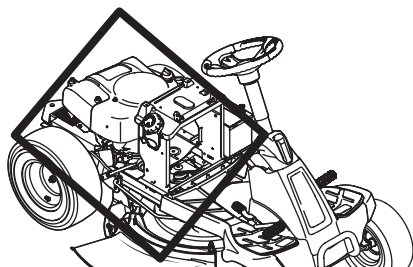

Figure 24
- Nettoyez le dessous du capot et le collecteur d'échappement, le pourtour des fusibles, le câblage électrique ainsi que les faisceaux, le tuyau et le pare-chaleur du silencieux, les grilles d'entrée d'air du moteur et les ailettes de refroidissement, entre autres (Figure 24).